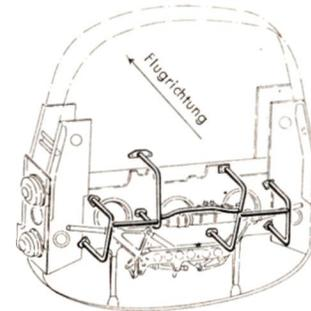

Abb. 22 Schutzgitter am Spant IV
gitter (Abb. 22) besteht aus zusammengeschweißten Rohrbügeln, die mit 16 Sechskantschrauben und Unterlegscheiben am Spant 12 befestigt sind. Zum Schutz gegen mechanische Beschädigungen an der Vorderseite des hinteren Rumpfbehälters ist dieser mit einem Behälterschut (14) (Abb. 8) versehen.